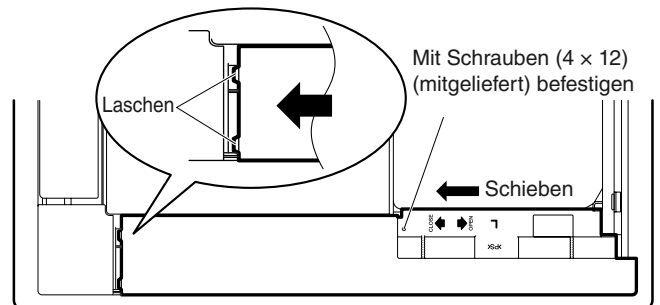
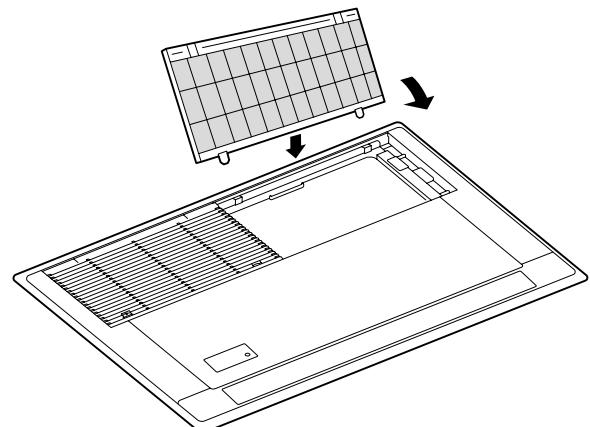

Abb. 9-11
Abb. 9-12
- (1) Die Seitenverkleidung zur Anbringung in Pfeilrichtung schieben. (Abb. 9-11)
- (2) Die mitgelieferten Schrauben (4 × 12) verwenden, um die Seitenverkleidung an der Deckenverkleidung zu befestigen.
- Beim Befestigen des Einlassgitters darauf achten, dass das Klappen-Zuleitungskabel nicht eingeklemmt wird. (Abb. 9-12)